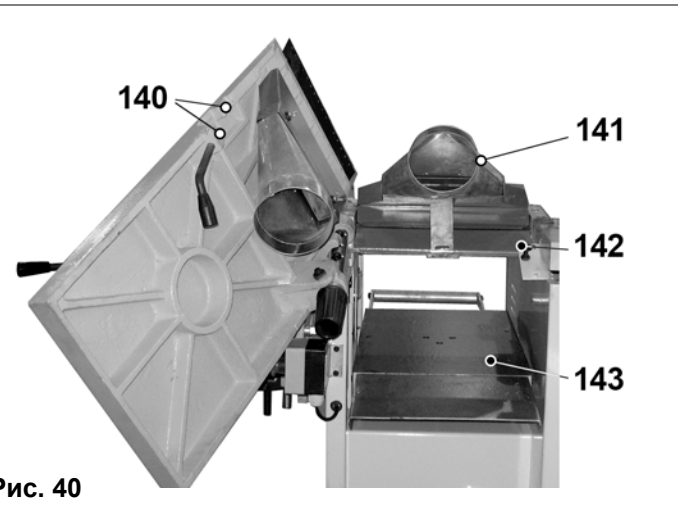

Рис. 40
9.5.9. Для перенастройки станка для строгания в размер по высоте (рейсмусование) необходимо, как показано на Рис.40, строгальные столы (62 и 87) перевести в верхнее положение, перевернуть и защёлкнуть патрубков пылесборника (141).